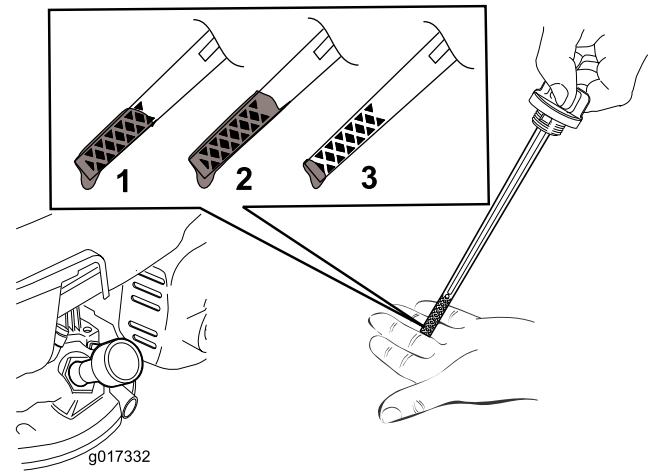

Figure 6
Remarque: Versez de l'huile dans le carter moteur jusqu'à ce que la jauge indique le niveau correct, comme montré à la Figure 6. Si vous remplissez excessivement le carter moteur, vidangez l'excédent d'huile comme expliqué sous Vidange de l'huile moteur \(page 15\).
2. Retirez la jauge (Figure 6).